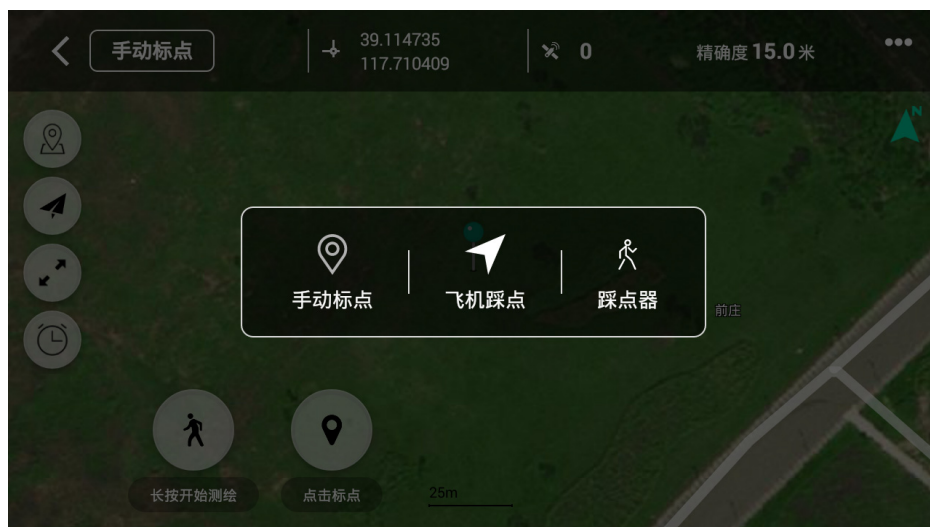

图 5-3 标点方式选项
5. 点击“手动标点”，弹出标点方式对话框，如图 5-3 所示。